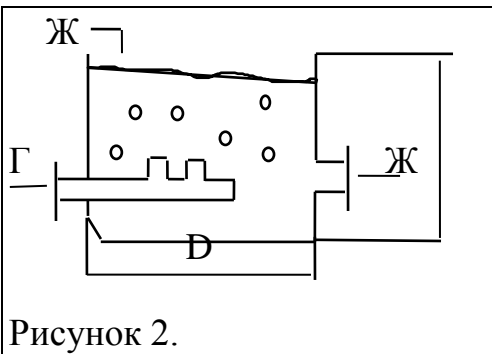

Рисунок 2.
2) аппарат барбатажного типа (пузыри перемешивают поступающую жидкость). Рисунок 2. Применяют в случае когда необходимо провести хим. Реакцию между Г и Ж или провести абсорбцию. Достоинство: большая площадь суммарного контакта Ж и Г. Чем меньше вязкость Ж тем лучше смешение. Чем больше расход газовой фазы тем лучше.